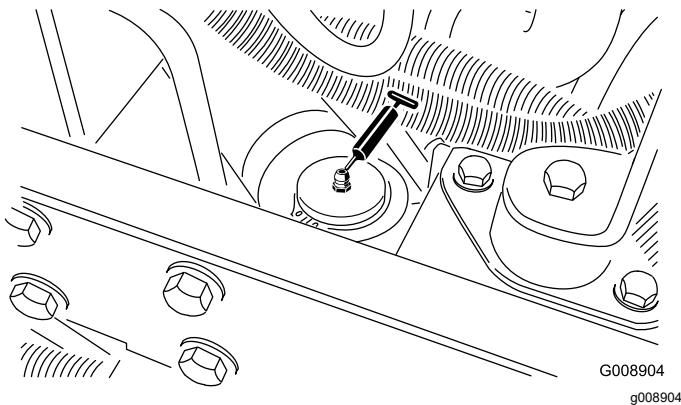

Figura 43
- Cilindro di sterzo (Figura 43)